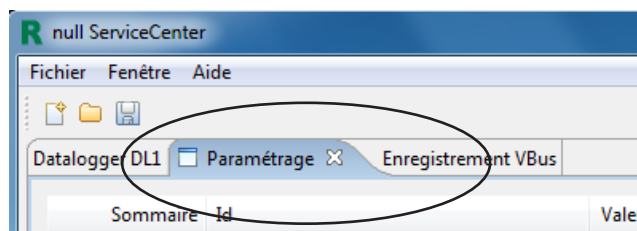

fig. 4
- Cliquez sur l'onglet "Paramétrage" (fig. 4)